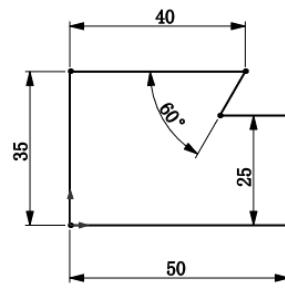

图 3-97 草图标注线性尺寸和角度尺寸
- [3] 单击 CommandManager 草图上的【智能尺寸】按钮 ，指针变成 。草图标注线性尺寸和角度尺寸如图 3-97 所示。